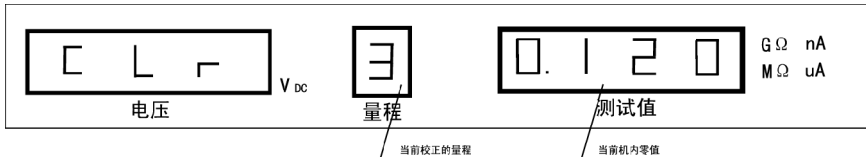

图 3-9 正在清零校准，测试值显示器显示当前量程的零值 (mV)
c. 再次按动清零键，开始对各量程逐一清零 (图 3-9):